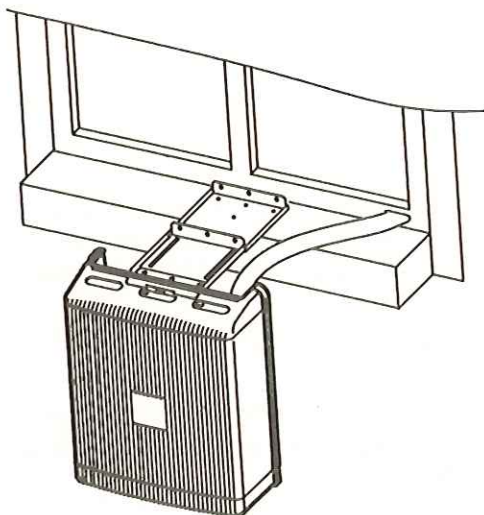

Fig. 5
- Con il condizionatore viene fornita una dotazione standard per montare l'unità esterna sia sul davanzale di una finestra (Fig 5), sia direttamente sul muro (Fig. 6).
- 1) Per quanto riguarda l'applicazione dell'unità esterna al davanzale di una finestra, fare riferimento alla Fig. 5. Posare il supporto fisso (3) sul telaio della finestra, praticare tre fori sullo stesso telaio e fissare il supporto in modo sicuro con tre viti.
- 2) Inserire la staffa scorrevole (2) di modo che le sue scanalature si adattino bene ai relativi perni di scorrimento (6) del supporto fisso (3). Fissare quindi la staffa con dei galletti (5).